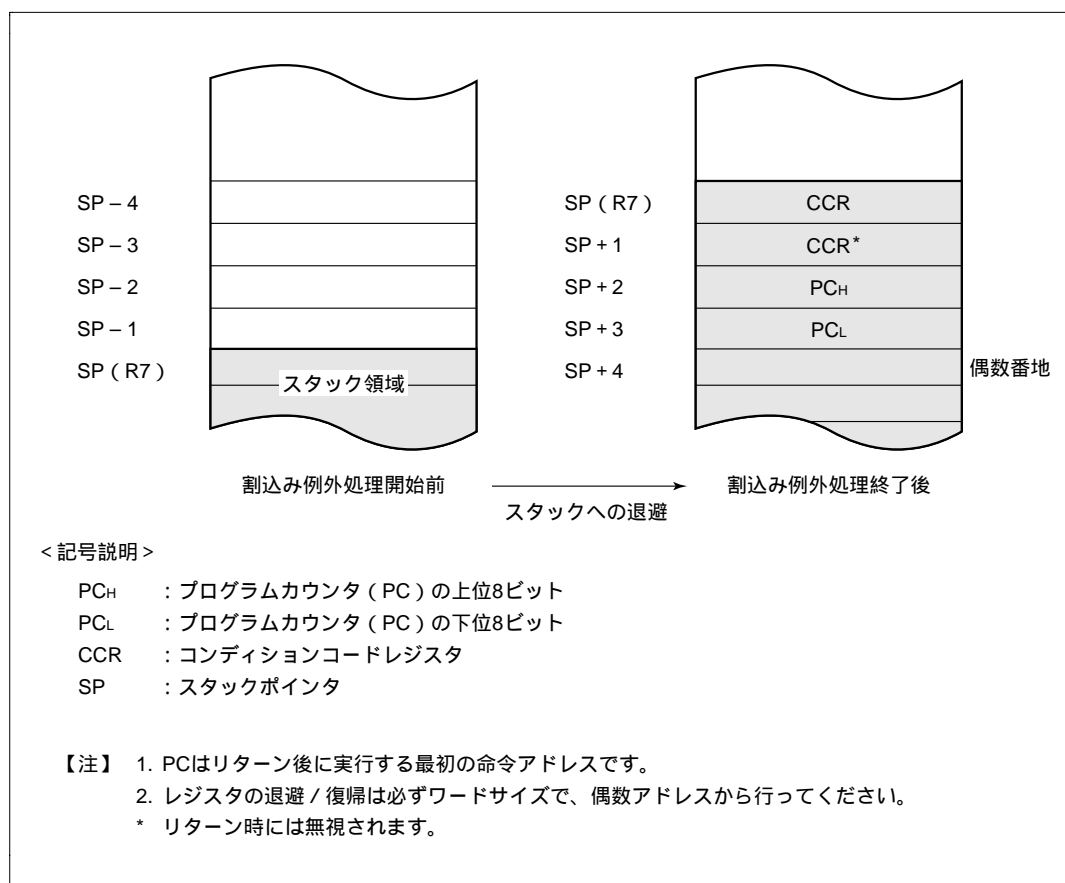

図 3.4 割込み例外処理終了後のスタック状態
- (1) 割込み許可レジスタの対応するビットが "1" にセットされている状態で、割込み要因が発生したとき、割込みコントローラに対して割込み要求信号が送られます。
- (2) 割込みコントローラに割込み要求信号が送られると、割込み要求フラグがセットされます。
- (3) 割込み許可フラグが "1" にセットされている割込みの中で、優先順位にしたがって最高位の割込み要求が選択され、その他は保留となります (表 3.2 参照)。
- (4) CCR の I ビットを参照し、I ビットが "0" にクリアされている場合は、割込み要求は受け付けられませんが、I ビットが "1" にセットされている場合は割込み要求は保留となります。
- (5) 割込み要求が受け付けられると、そのとき実行中の命令の処理が終了した後、PC と CCR がスタック領域に退避されます。このときのスタックの状態を図 3.4 に示します。スタックされる PC は、リターン後に実行する最初の命令のアドレスを示しています。
- (6) CCR の I ビットが "1" にセットされます。これにより、すべての割込みはマスクされます。
- (7) 受け付けた割込みに対応するベクタアドレスを生成し、そのアドレスの内容によって示されるアドレスから、割込み処理ルーチンの実行を開始します。